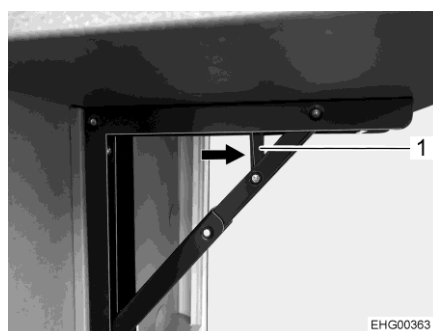

Bild 42 Entriegelung
- Entriegelung (Bild 42,1) in Pfeilrichtung drücken.